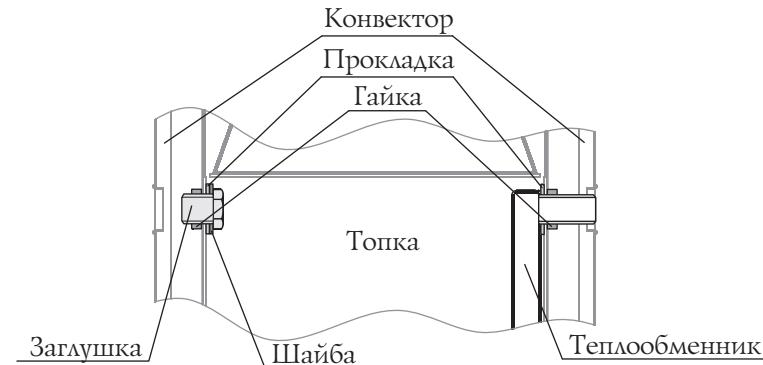

Рисунок 7. Демонтаж теплообменника и заглушки печи «Витрудия»
3. Снять теплообменник (рисунок 7) раскрутив гайки 2 шт. и вынув его из отверстий, прокладки остаются на штуцерах;